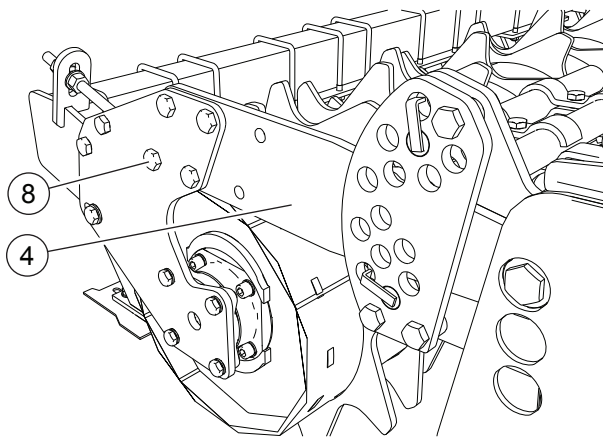

FIG. 11
- Die Walzengruppe aufbauen. Die Schrauben (8, "Fig. 11") der Walzenträger an den Arm (4) befestigen.